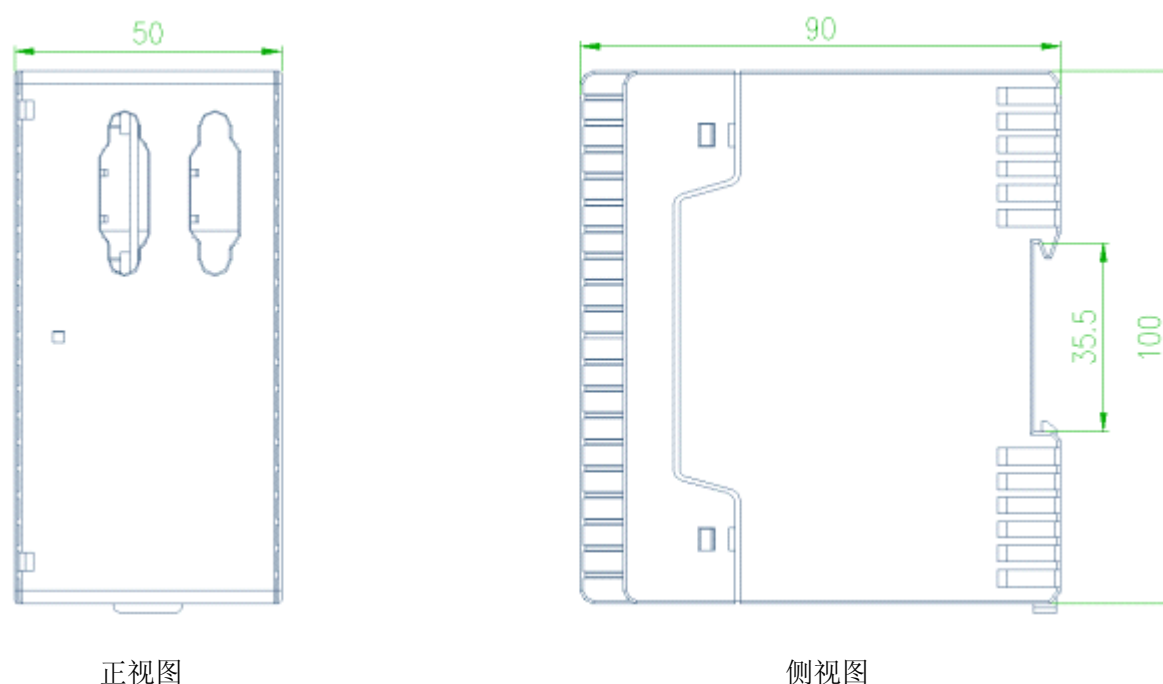

图8 双路 PROFIBUS_DP 通讯模块外形尺寸
5.2.3 双路 PROFIBUS_DP 通讯模块尺寸如图8所示，该模块采用导轨安装：